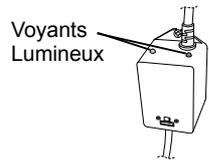

Figure 7
18. Réinstallez la gaine noire de la lampe (8) sur l'écrou de compression du joint de quartz (7).
19. Réinstallez le couvercle de l'enceinte (10) à l'aide du joint (9) et fixez-le avec des vis.
22. Une fois l'énergie rétablie, vous pouvez inspecter le ballast (12), Figure 7, afin de vérifier que le Système CLEARRAY fonctionne. Un voyant vert stable indique que le Système CLEARRAY est alimenté et doit toujours être allumé. Un voyant rouge stable indique que la lampe UV est activée.